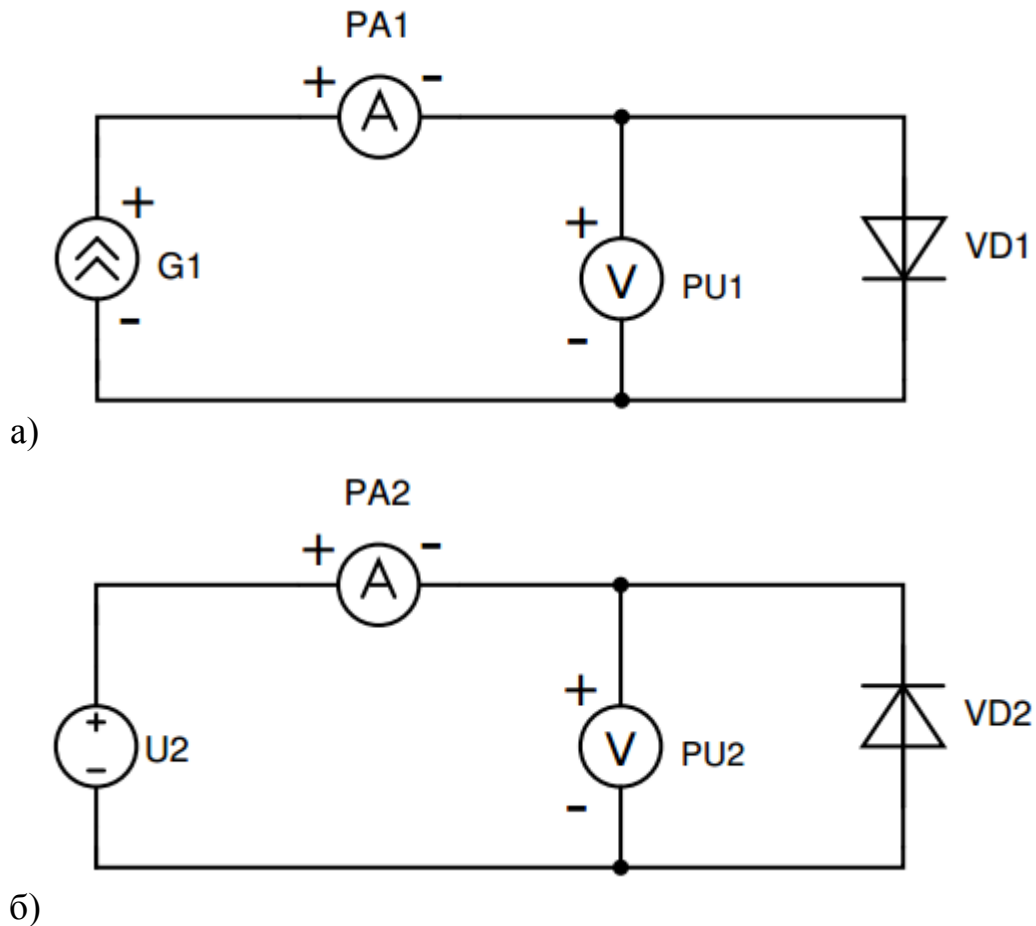

Рисунок 3 – Схема для снятия прямых (а) и обратных (б) ветвей ВАХ диодов и стабилитрона
1. На левой части сменной панели собрать схему для измерения прямых ВАХ (рисунок 3 а).
1. На правой части сменной панели собрать схему для измерения обратных ВАХ (рисунок 3 б). В качестве источника питания использовать – ГН–3.